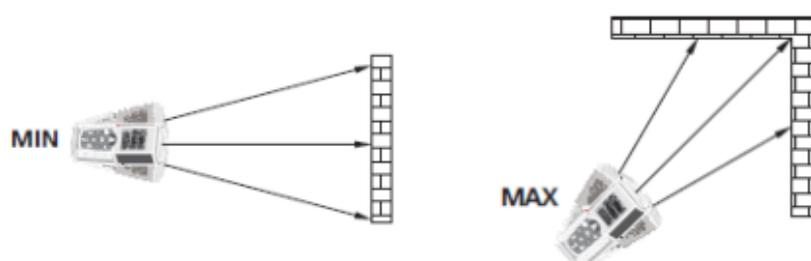

Fig. 3 : Exemples de mesure continue de la distance
- Les valeurs minimum et maximum de la distance sont affichées aux écrans partiels, tandis que la mesure continue en mode dynamique en déplaçant l'instrument (voir Fig. 3) est affichée à l'écran résultant.